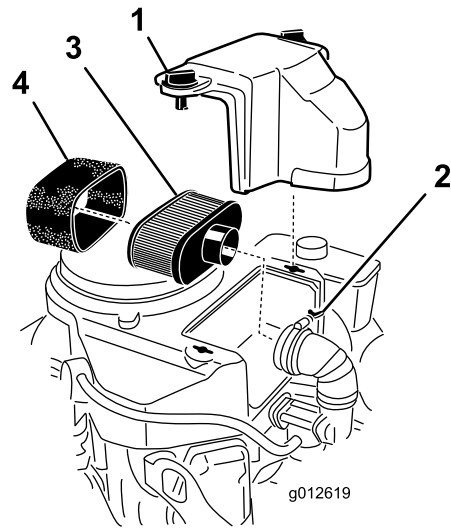

Figure 33
3. Nettoyez la surface autour du filtre à air pour éviter que des impuretés n'endommagent le moteur en tombant à l'intérieur (Figure 33).
4. Dévissez les boutons du couvercle et déposez le couvercle du filtre à air (Figure 33).
5. Dévissez le collier et déposez l'ensemble filtre à air (Figure 33).
6. Sortez délicatement l'élément en mousse de l'élément en papier (Figure 33).
1. Nettoyez l'élément en papier en le tapotant pour faire tomber la poussière. Remplacez-le par un neuf s'il est très encrassé (Figure 33).
Ne nettoyez pas l'élément en papier. Remplacez-le toutes les 200 heures de fonctionnement (Figure 33). Vérifiez que l'élément n'est pas déchiré ni couvert d'une pellicule grasse, et que le joint en caoutchouc n'est pas endommagé. Remplacez-le s'il est endommagé.
1. Glissez délicatement l'élément en mousse sur l'élément en papier (Figure 33).
2. Posez l'ensemble filtre à air sur sa base ou sur le flexible et fixez-le en position (Figure 33).
3. Mettez le couvercle du filtre en place et serrez les boutons (Figure 33).